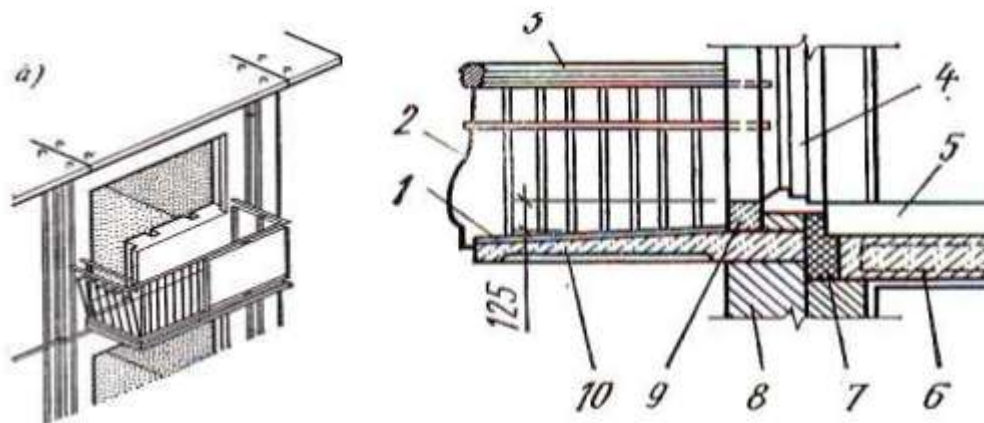

Рисунок 14 - Конструкция балкона
2. Вычертить конструкции балкона и перемычек с обозначением элементов, рис.14.
2. Вычертить на формате А4 чертёж узла конструкции балкона, рис.14. Нанести штриховку материалов, обозначить элементы строительных материалов.